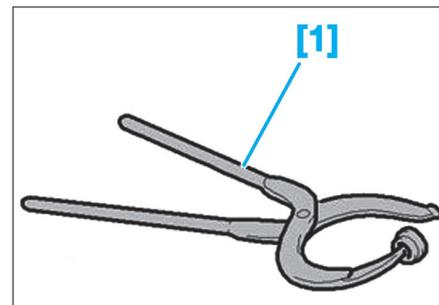

Fig. 11
- [1]. Pince de dépose-repose des ressorts de segments de frein (Ref. FACOM 196-TS) (Fig.11).